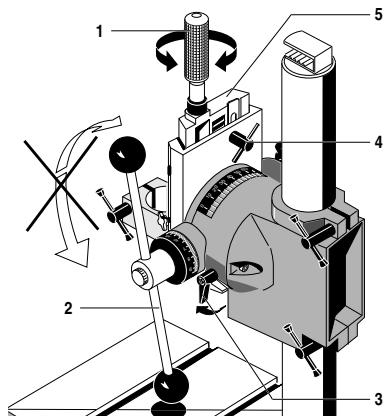

Fig. 4
Подача салазок 5 (рис. 4) при сверлении может осуществляться при помощи рычага 2. Для фрезерования салазки регулируются посредством ходового винта прецизионной подачи 1. Одно деление шкалы показывает перестановку салазок на 0,1 мм, поворот ходового винта на один оборот обеспечивает перестановку на 2 мм.
1. Переключатель режимов работ «Сверление – Фрезерование» 3 (рис. 4) установить в положение «Фрезерование» („Fr sen.“). Для этого по мере необходимости слегка подвигать рычагом 2, чтобы ходовой винт 1 зафиксировался.
При включенной прецизионной подаче (переключатель режима работы находится в положении «Фрезерование» („Fr sen.“)) никогда не пытайтесь с силой воздействовать на рычаг 2 (рис. 4) (шестерня разрушается)!
1. Стопорный винт упора, ограничивающего глубину обработки 4 (рис. 4) ослабить лишь слегка, чтобы упор, ограничивающий глубину обработки был расфиксирован не полностью. При необходимости упор, ограничивающий глубину обработки, потянуть вверх.
Прецизионную подачу 3 (рис. 4) установить на «Сверление» („Bohren“)!
2. Салазки 5 (рис. 4) перевести в требуемое нижнее положение при помощи рычага 2 и снова затянуть фиксирующий винт упора, ограничивающего глубину обработки 4.